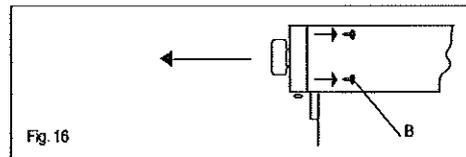

Fig. 16
- Pour démonter le tableau de bord il suffit de dévisser les 4 vis (B) internes qui fixent le tableau de bord à la façade du four (fig. 16).